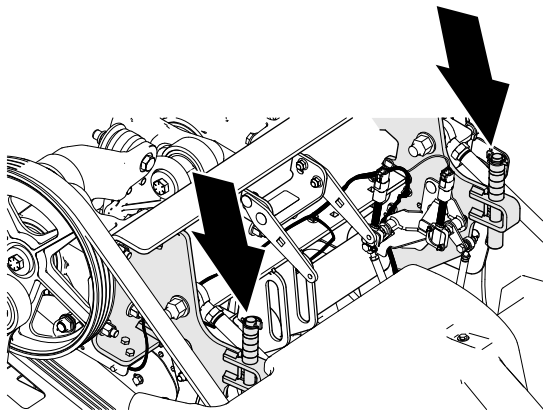
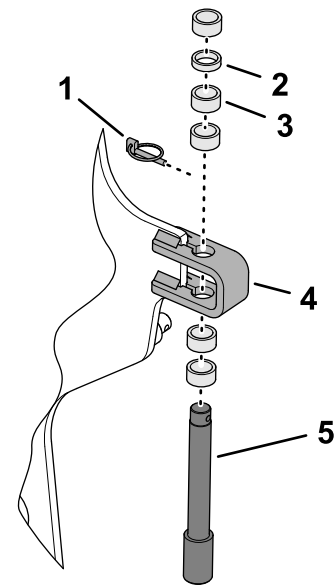

Figura 111
Figura 112
3. Retire el pasador de seguridad que fija el pasador de tope de profundidad y los espaciadores en el soporte de tope (Figura 111 y Figura 112).